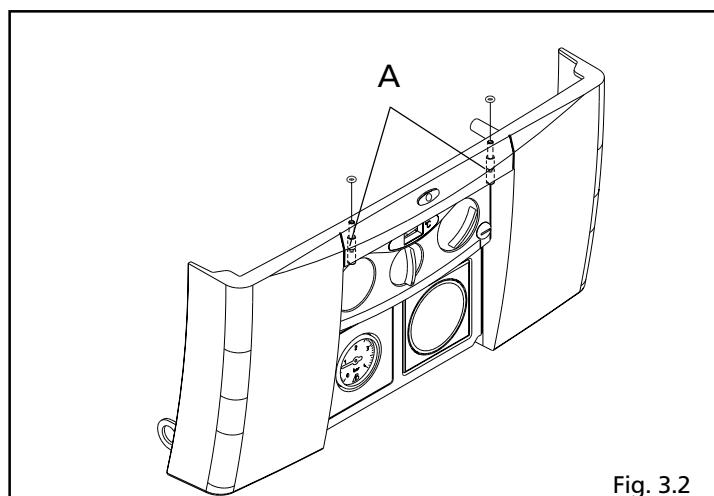

Fig. 3.2
- svitare con un cacciavite a taglio le due viti **A** di fissaggio del cruscotto (fig. 3.2)